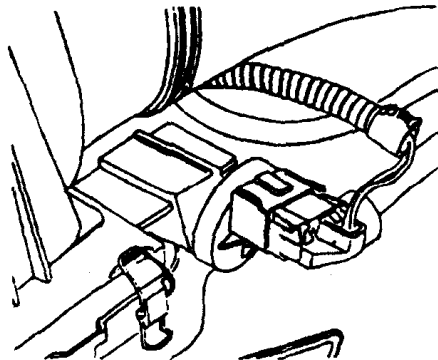

图 1-13 拔下活性炭罐电磁阀的电线接头
(12) 拔下活性炭罐电磁阀 (ACF 阀) 的电线接头, 如图 1-13 所示。